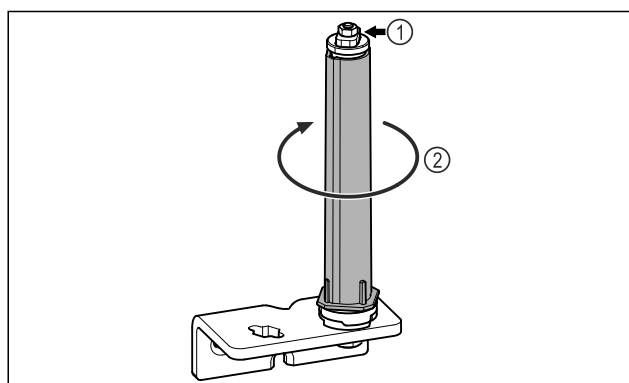

Fig. 23
► Nerozebírejte uzavírací systém dveří Fig. 23 (1).
- Otáčejte uzavíracím systémem Fig. 23 (2), dokud nezacvakne.